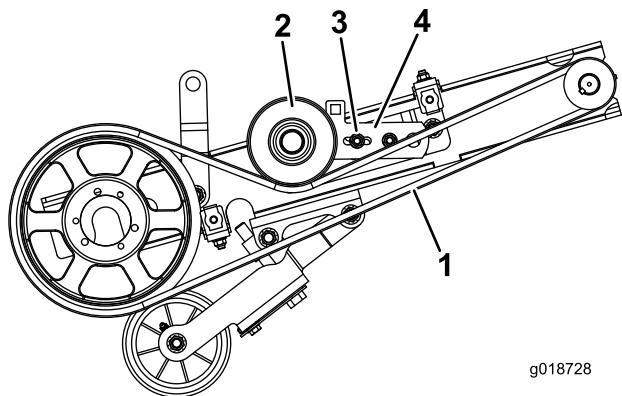

Рисунок 24
1. Отверните болт с гайкой, которые крепят кронштейн натяжного ролика (болт в отверстии с пазом в кронштейне) к кронштейну регулировки натяжения (Рисунок 24).
4. Снимите нижний кожух ремня и ремень привода барабана (Рисунок 24).